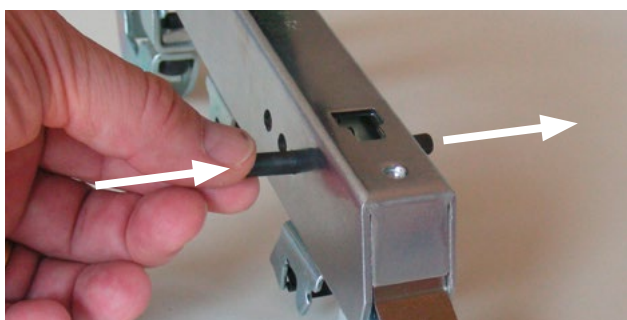

Abb. 8
- Schieben Sie mit Hilfe des langen Originalstifts den magnetischen Hilfsstift aus der Öffnung **A1** (Abb. 8).